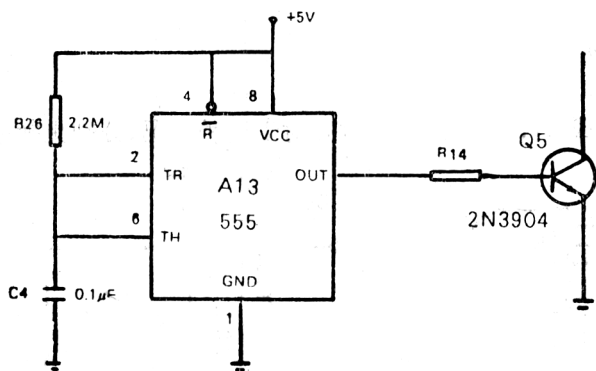

图76
(1) 采用逻辑笔检查6502cpu第40脚在开机瞬间无0→1变化。cpu不工作。这种故障非常常见。其原因是POWER-ON RESET上电复位电路失效, 造成电路中无RESET信号源。在如图76的电路中, 最常见的故障原因是C₄失效或损坏。当然集成电路NE555损坏或晶